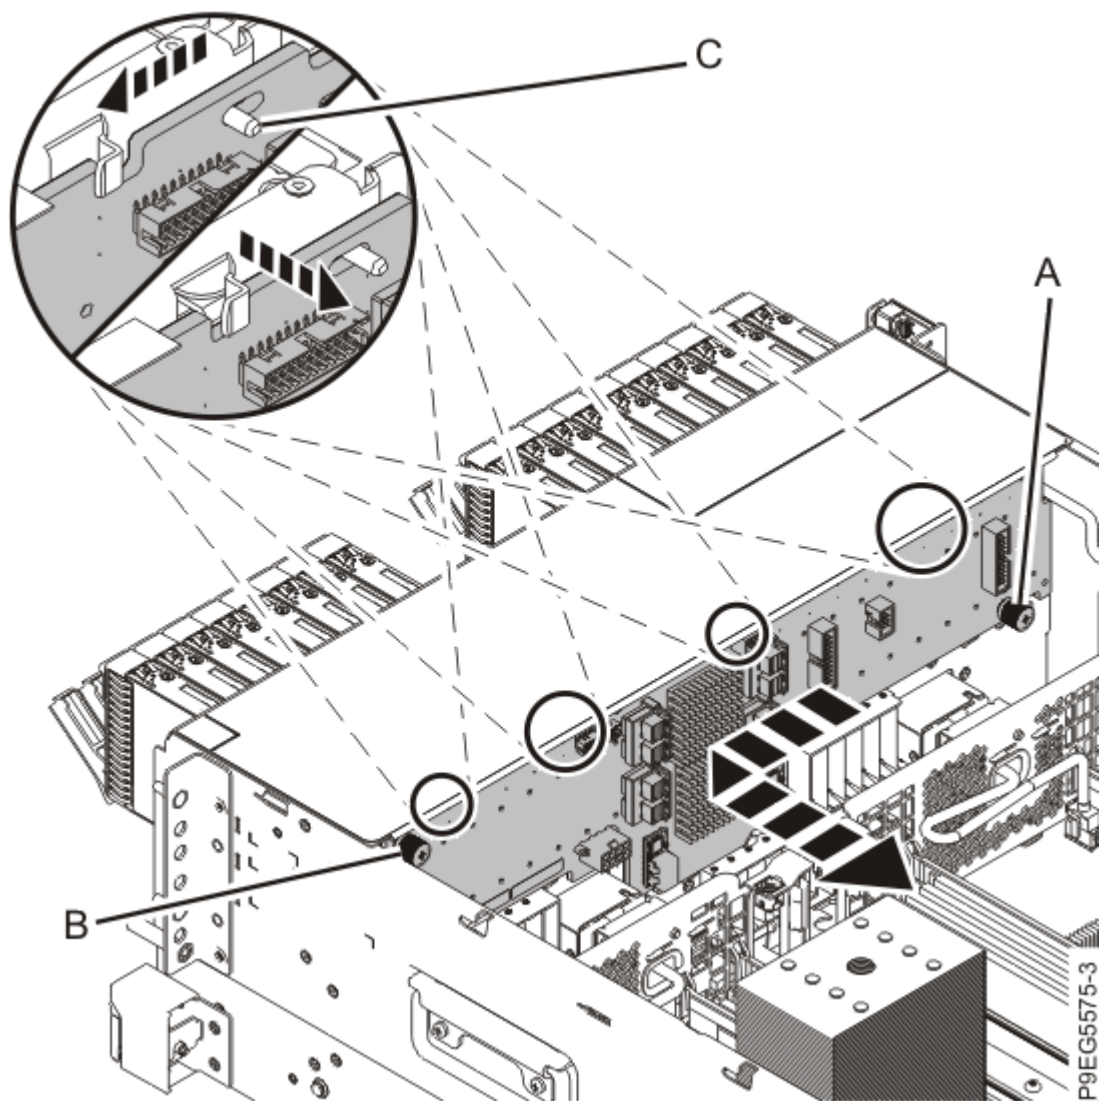

Figure 18. Déplacement du fond de panier d'unité de disque
e) A l'aide des vis moletées du fond de panier d'unité de disque **(A)** et **(B)** indiquées à la Figure 18, à la page 20, faites glisser le fond de panier d'unité de disque sur le côté afin que les encoches du fond de panier de l'unité de disque libèrent les taquets et les ergots **(C)** du châssis. Déplacez ensuite légèrement le fond de panier d'unité de disque en l'éloignant suffisamment du châssis pour faire passer le câble USB par le châssis.